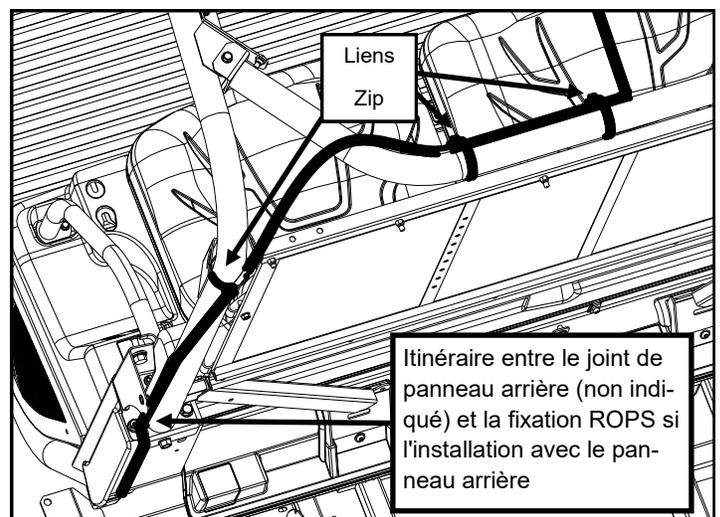

Fig. 5 (montré avec la verrière enlevée)
5. À partir du compartiment de la batterie, acheminez l'extrémité du harnais métallique avec les terminaux de balles entre le joint en mousse du panneau arrière (s'il est équipé) et la pièce jointe ROPS. Acheminez le harnais à l'arrière du tube ROPS vertical côté conducteur, au-dessus du tube croisé côté conducteur et le long du tube central comme le montre la figure. 5.
8. À partir de la lumière, l'utilisation a fourni des attaches zippées pour fixer le harnais de câblage au tube ROPS. Voir fig. 5.